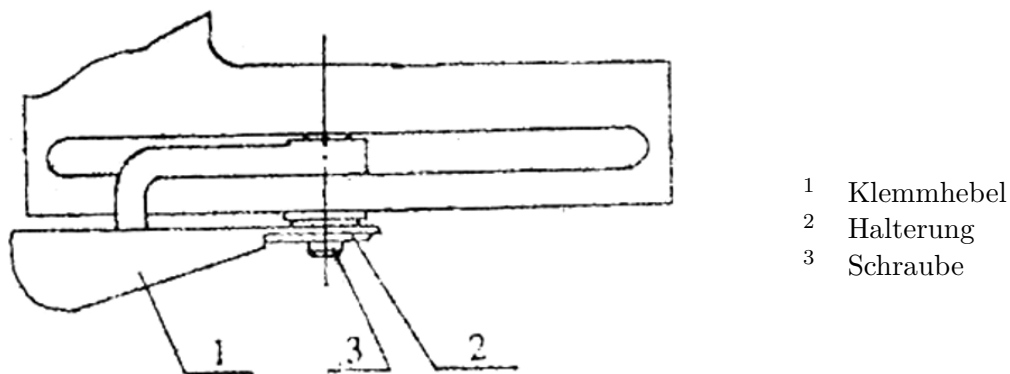

Abbildung 2: Außenansicht der Montagehalterung
- Lösen Sie die Halterung (2) (Abbildung 2)
- Stellen Sie die gewünschte Vorspannkraft durch drehen des Klemmhebels (1) (Abbildung 2) ein
- Versetzen Sie die Halterung (2) (Abbildung 2) zurück in die Ursprungsposition